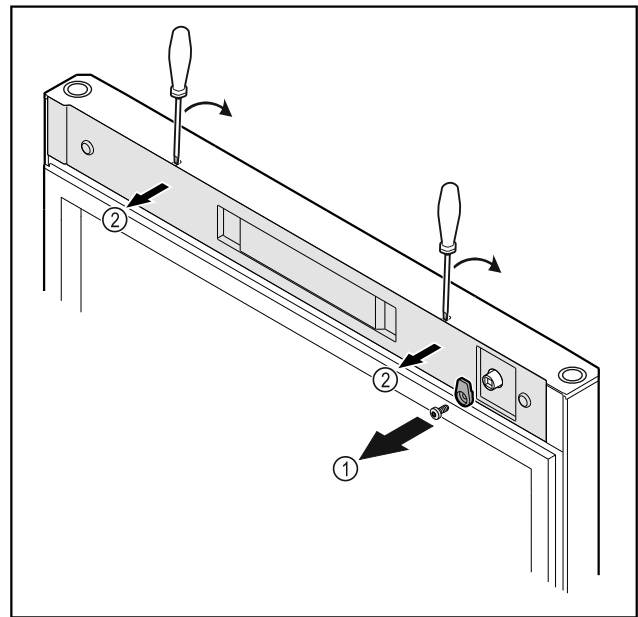

Fig. 6
- Odskrutkujte zatvárací hák Fig. 6 (1).
- Odistite kryt Fig. 6 (2) malým skrutkovačom a odoberte ho.